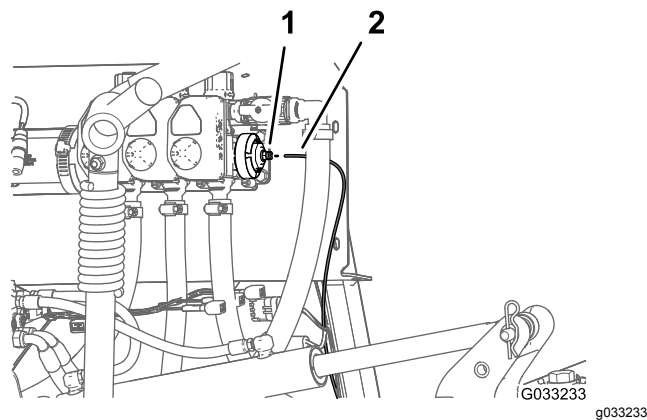

図 25
1. 右側boom用バルブのエンドキャップのカップラにあるカラーを押し込む 図 25。
2. ダッシュボード用の水圧検知チューブを抜き出す 図 25。